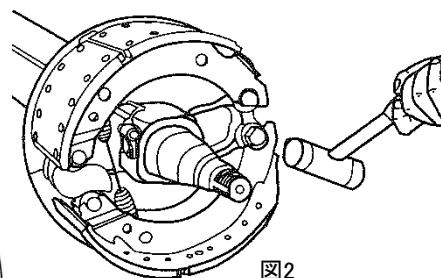

図2
③ 下側のブレーキシューAss'yをSカム側からセットし、プラスチックハンマ等で、下側のブレーキシューAss'yのアンカー側を叩きロックリングにはめ込む。 図2